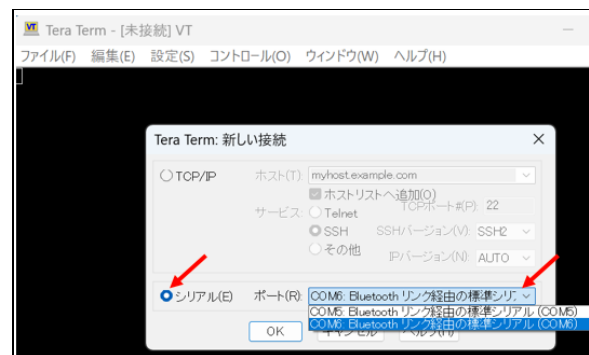

図 15 Tera Term の起動時設定
通信ソフト teraterm を検索して Windows PC にダウンロードしてください。現時点で teraterm-5.5.1x64.exe が最新版です。これを起動し、シリアル(R) ポートに表示される「COM6: Bluetooth リンク経由の標準シリアル(COM6)」を選択します(図 15)。